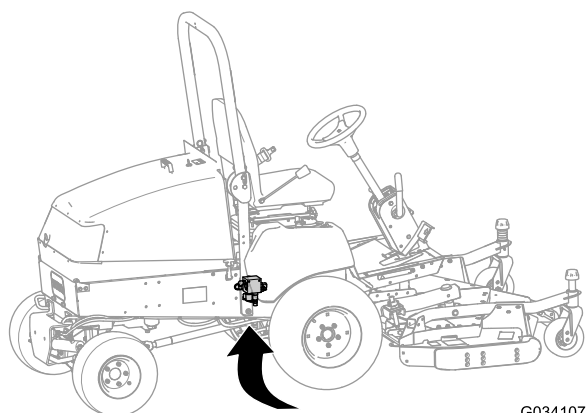

Figura 15
- Posizionate il collettore di sollevamento da sotto la macchina, all'interno del canale del telaio di destra, dietro l'assale anteriore (Figura 15).